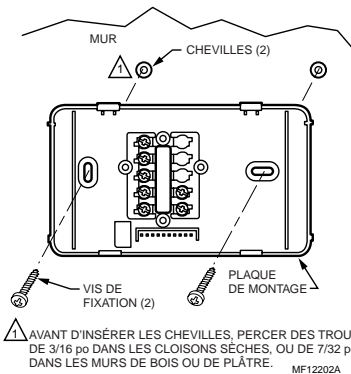

Fig. 3. Installation de la plaque de montage.
- ❑ Placer la plaque de montage sur le mur. Mettre le thermostat de niveau pour des questions d'esthétisme, au besoin. Marquer au crayon l'emplacement des deux trous de fixation convenant le mieux. Voir la Fig. 3.